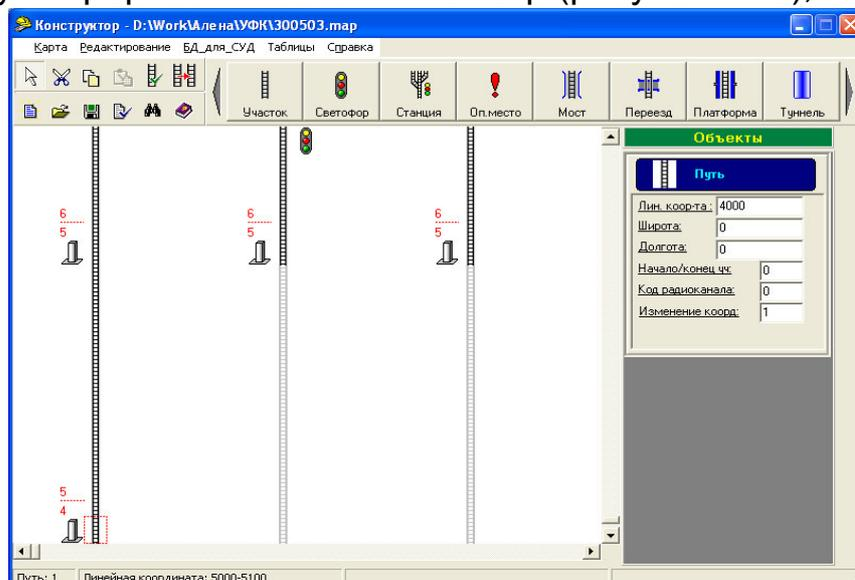

Рисунок 2.23
- укажите свойства устанавливаемого километра и нажмите «ОК». На указанном пути прорисовывается километр (рисунок 2.23);